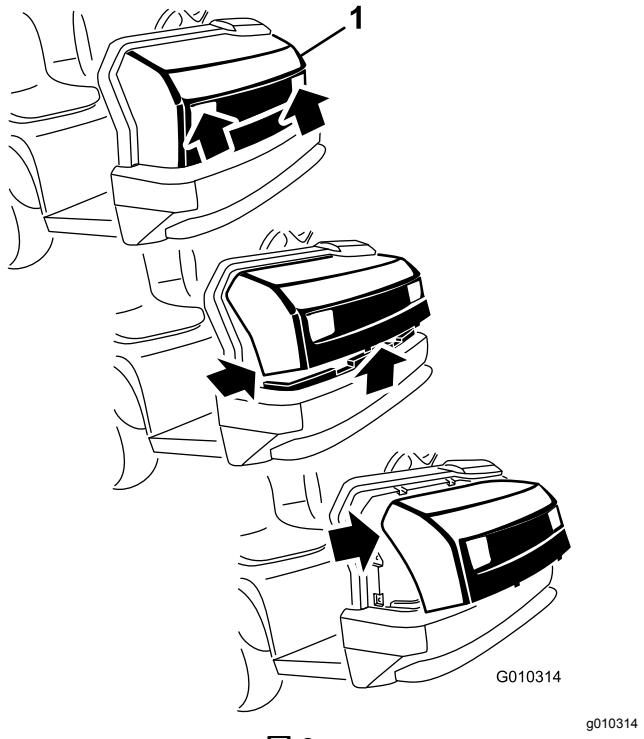

図 3
- ヘッドライトの開口部でフードをつかみ、フードを持ち上げて、下側の取り付けタブをフレームの穴から外す図3。
- フードの下側を手前に持ち上げて、上部の取り付けタブをフレームのスロットから引き抜けるようにする図3。
- フードの上側を前に倒し、ヘッドライトからワイヤコネクタを抜く図3。